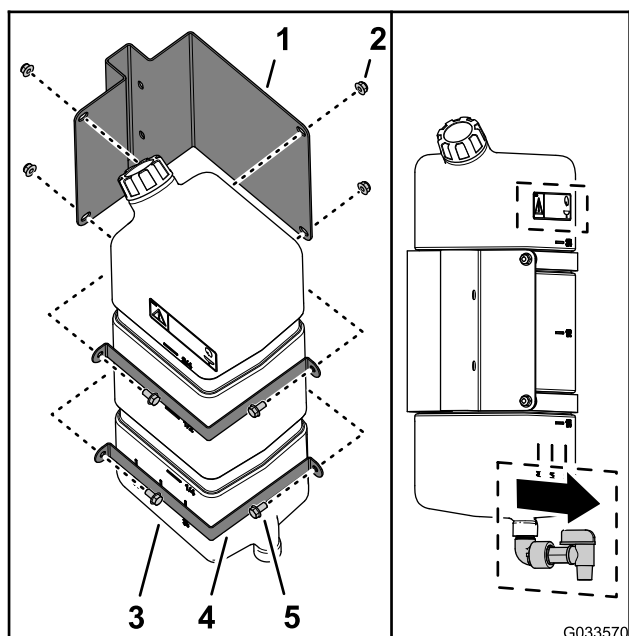

Figure 45
1. Fixez le réservoir d'eau douce à son support à l'aide des 2 barrettes de montage, des 4 boulons à embase (5/16" x 5/8") et les 4 contre-écrous (5/16"), comme montré à la Figure 45.